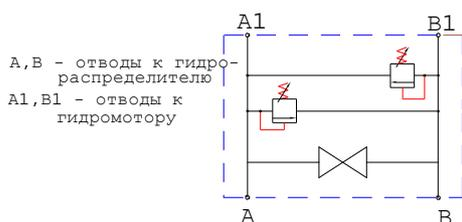

Рис. 40 Блок переливных клапанов
6. БЛОК ПЕРЕЛИВНЫХ КЛАПАНОВ (рис. 40).